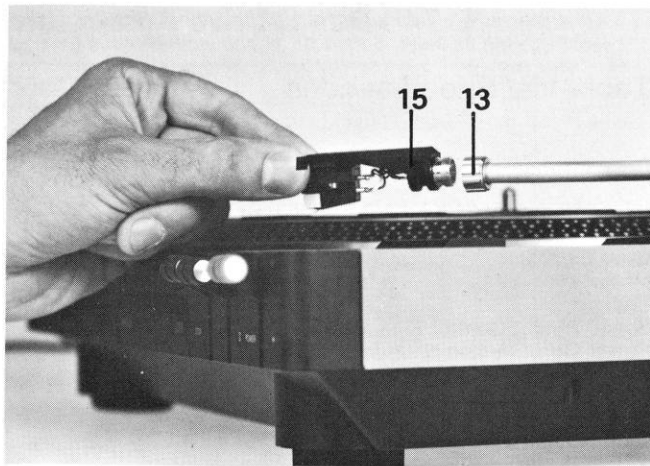
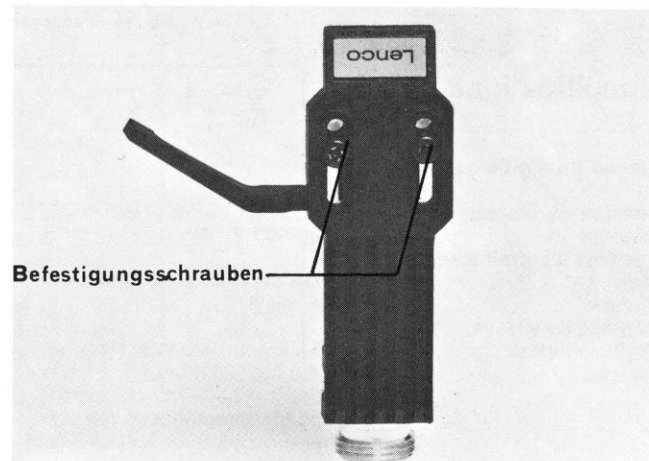
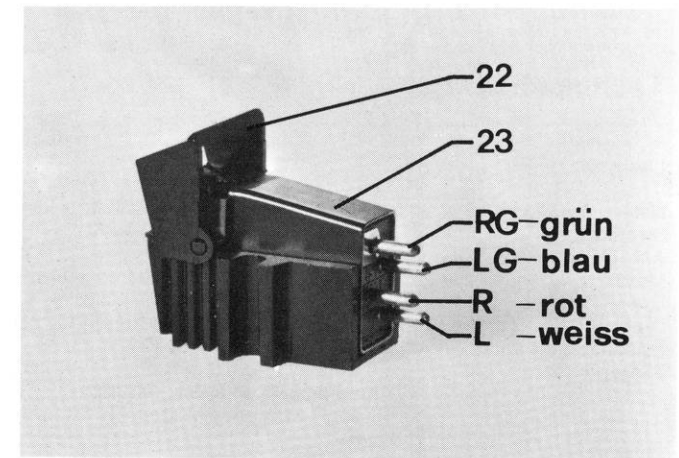

Fig. 22
Fig. 23
Fig. 24
Klappen Sie den Nadelschutz (22) über die Nadel. Lösen Sie die Befestigungshülse (13) und ziehen Sie den Tonarmkopf (Bild 22, 15) nach vorne ab. Ziehen Sie mit einer Pinzette vorsichtig die Steckhülsen der vier Anschlussleitungen vom Tonabnehmersystem (23) ab. Lösen Sie die beiden Schrauben (Bild 23) am Tonarmkopf mit einem passenden Schraubenzieher, und nehmen Sie das Tonabnehmersystem (23) heraus.
Achten Sie darauf, dass die Nadel durch den Nadelschutz verdeckt ist. Setzen Sie das Tonabnehmersystem in den abmontierten Tonarmkopf (15) ein und befestigen Sie es mit den beiden Schrauben (Bild 23). Stecken Sie die Steckhülsen der vier Anschlussleitungen mit einer Pinzette auf die Kontaktstifte des Tonabnehmersystems (23). Achten Sie dabei auf die richtige Reihenfolge der Farben der einzelnen Anschlusskabel. Diese Reihenfolge entnehmen Sie bitte dem Bild 24. Verlegen Sie die vier Anschlusskabel so, dass sie sich ganz im Oberteil des Tonarmkopfes befinden. Dadurch wird eine Brummeinstreuung verhindert. Stellen Sie nun die Nadel ein (siehe Seite 14). Stecken Sie den Tonarmkopf auf den Tonarm und schrauben Sie ihn mit der Befestigungshülse (13) fest.
Mettre en place le protège pointe (22). Dévisser le collier de fixation (13) et retirer la coquille portecellule (fig. 22, 15) en la tirant vers l'avant pour la dégager du bras. Au moyen de brucelles (ou d'une pince à épiler), retirer les quatre petites buselures qui terminent les fils de connexion de la cellule (23). Au moyen d'un tournevis, dévisser les deux vis (fig. 23) et retirer la cellule (23).
S'assurer d'abord que le protège-pointe est bien en place. Placer ensuite la cellule dans la coquille démontée (15) et l'y fixer, sans forcer, au moyen des deux vis (fig. 23). Remettre en place les quatre buselures terminant les fils, au moyen de la pincette, dont il question plus haut, sur les quatre contacts de la cellule, en observant l'ordre dans lequel ils étaient montés avant le démontage et dont un exemple est donné par la figure 24. Veiller ensuite à repousser les quatre fils vers le fond de la coquille, ceci afin de réduire les chances de ronflements. Pour finir régler la position de l'aiguille comme indiqué page 14. Replacer la cellule sur l'extrémité du bras et l'y fixer au moyen du collier de fixation (13).
Place the stylus protector (22) over the stylus. Loosen the securing nut (13) and remove the headshell (fig. 22, 15). Using tweezers carefully draw the four connecting sleeves from the four contact pins of the cartridge (23). Loosen the two screws (fig. 23) on the headshell with a small screw driver and remove the cartridge.
Be sure that the stylus is protected by the cover. Place the cartridge in the detached headshell (15) and tighten it with the two screws (fig. 23). Stick the four connection sleeves onto the four corresponding pins of the cartridge (23). Please see figure 24 for the correct order. The four connecting cables must be in the upper section of the headshell to avert an intermittent rumbling noise. Put the headshell onto the tone arm and tighten it with the securing nut.